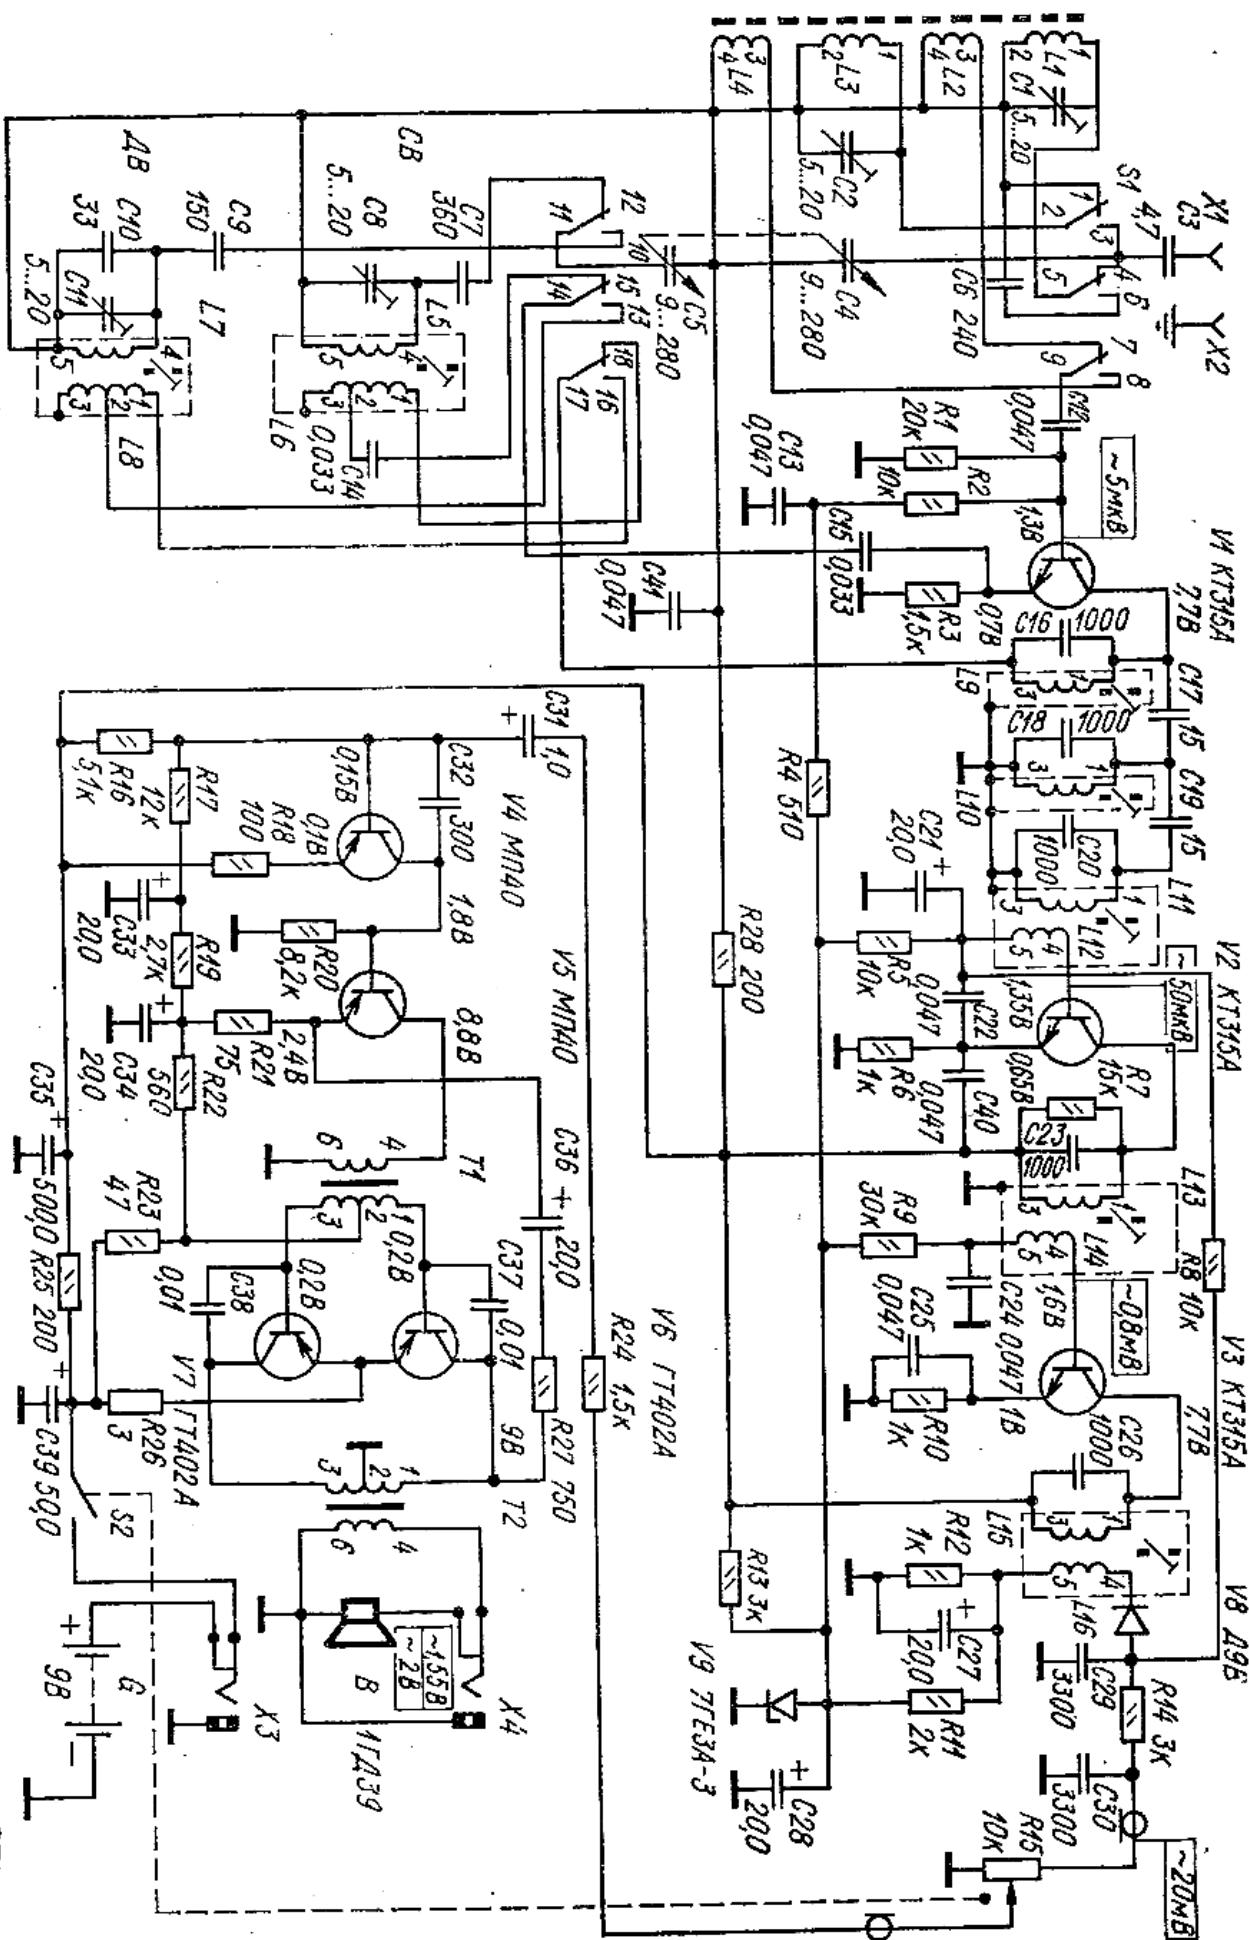

Рис. 11. Принципиальная электрическая схема приемника «Гиала-404» (переключатель диапазонов в положении СВ)
**Принципиальная схема.** Входные цепи радиоприемника в диапазонах ДВ и СВ образованы катушками  $L1$  и  $L3$ , намотанными на стержень магнитной антенны и параллельно подключеными к ним конденсаторами  $C1$  и  $C2$  (рис. 11). Входные цепи выполнены по схеме с индуктивной связью ( $L2$  и  $L3$ ).